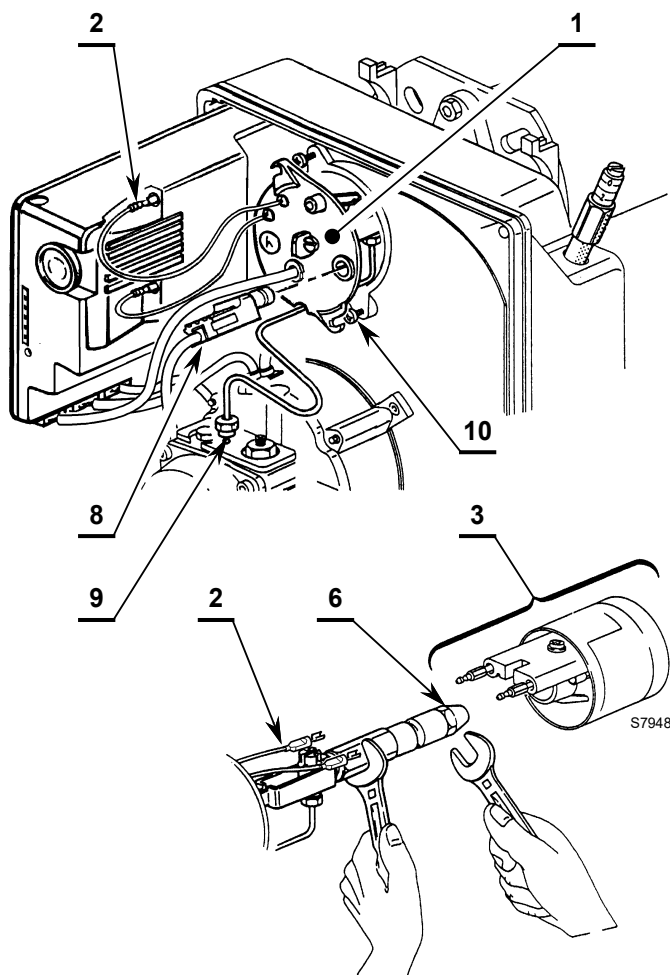

Fig. 13
1° Modo (Fig. 13):
- sfilare i cavetti 2)(Fig. 13) dal controllo fiamma, il sensore fiamma 8) e svitare il dado 9) dalla pompa.
- Sfilare i cavetti 2) dagli elettrodi, allentare la vite 4)(Fig. 13) ed estrarre il gruppo supporto elica 3) dal gruppo portaugello 1).
2° Modo (Fig. 13):